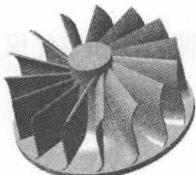
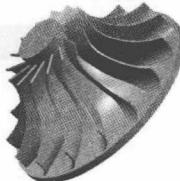
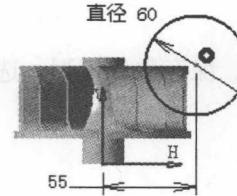

图 1.6 圆形阵列 1
图 1.7 旋转槽 1
图 1.8 截面草图
Step4. 添加图 1.6 所示的零件特征——圆形阵列 1。
(1) 选择下拉菜单 **插入** → **变换特征** →  命令, 系统弹出“定义圆形阵列”对话框。
(2) 定义阵列参数。在 **轴向参考** 选项卡的 **参数:** 下拉列表框中选择 **实例和角度间距** 选项; 在 **实例:** 文本框中输入值 15; 在 **角度间距:** 文本框中输入值 24。
(3) 定义阵列对象。激活 **要阵列的对象** 区域内的 **对象:** 文本框, 选取凸台 1 为要阵列的对象。
(4) 右击 **参考方向** 区域内的 **参考元素:** 文本框, 在弹出的快捷菜单中选择  选项。
(5) 单击  按钮, 完成圆形阵列 1 的添加。
Step5. 添加图 1.7 所示的零件特征——旋转槽 1。
(1) 选择命令。选择下拉菜单 **插入** → **基于草图的特征** →  命令。
(2) 创建截面草图。选取“xy 平面”为草图平面; 在草绘工作台中绘制图 1.8 所示的截面草图; 单击“工作台”工具栏中的  按钮, 退出草绘工作台。
(3) 定义旋转角度。在 **限制** 区域的 **第一角度:** 文本框中输入值 360。
(4) 定义旋转轴。激活 **轴线** 区域的选择: 文本框并右击, 在弹出的快捷菜单中选择 **轴为旋转轴**。
(5) 单击 **确定** 按钮, 完成旋转槽 1 的添加。